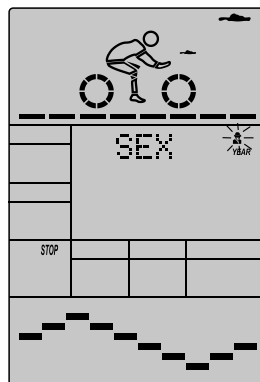

图 38
- F. 性别符号闪烁，按 UP/DOWN 键（或旋转）选择用户的性别，然后按 ENTER 键确认用户的性别。（如图 38）。